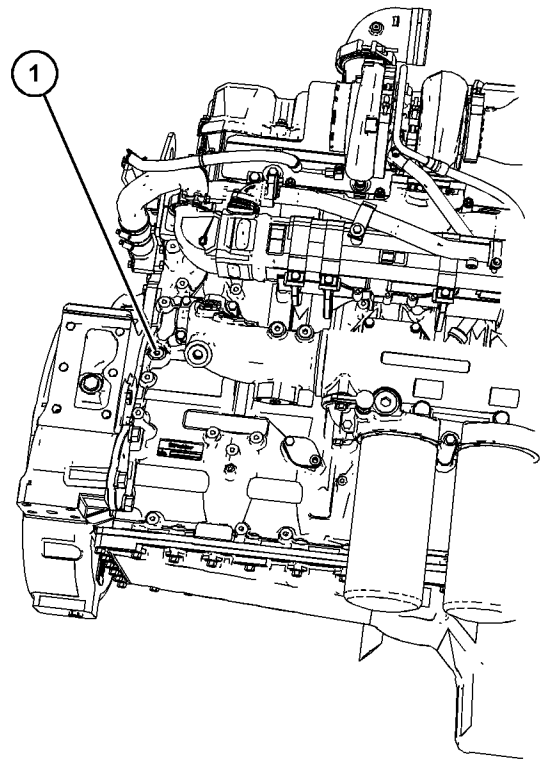

图 89
拆下图 89 中所示的其中一个螺塞，以连接发动机机油系统。所需的连接为 9/16" x 18 tpi。确保使用正确的机油技术规格，请参阅本操作和保养手册，油液建议，了解更多信息。润滑发动机内部表面后，拆下接头并安装塞 (1)。拧紧螺塞至扭矩 30 N·m (265 lb in)。Perkins 建议必须在至少 10° C (50° F) 的环境温度下执行该步骤。